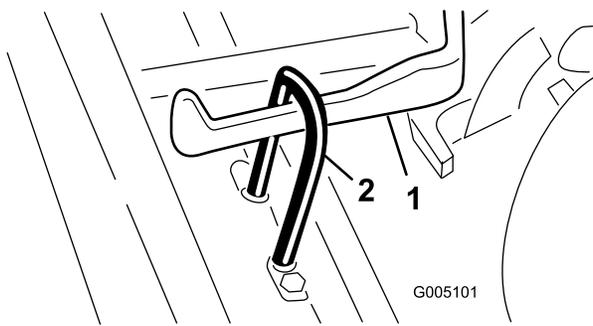

Figura 8
3. Deslice la unidad de corte por debajo del bastidor de tiro mientras engancha el gancho de elevación en el brazo de elevación (Figura 8).